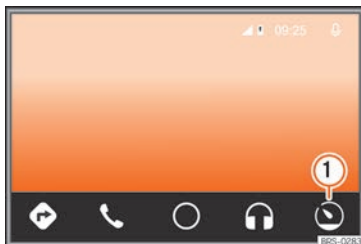

Abb. 221 Menü von Android Auto™
- Im Android Auto™-Betrieb die Funktionsfläche »» **Abb. 221 ①** antippen.